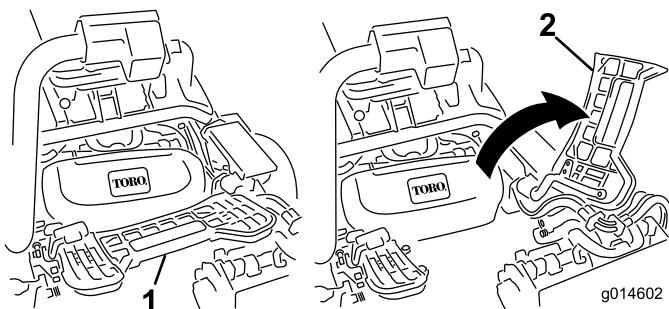

Figura 12
7. Per installare l'apparato di taglio centrale, sollevate il poggiapièdi e ruotatelo, per consentire l'accesso alla posizione dell'apparato di taglio centrale.(Figura 12)